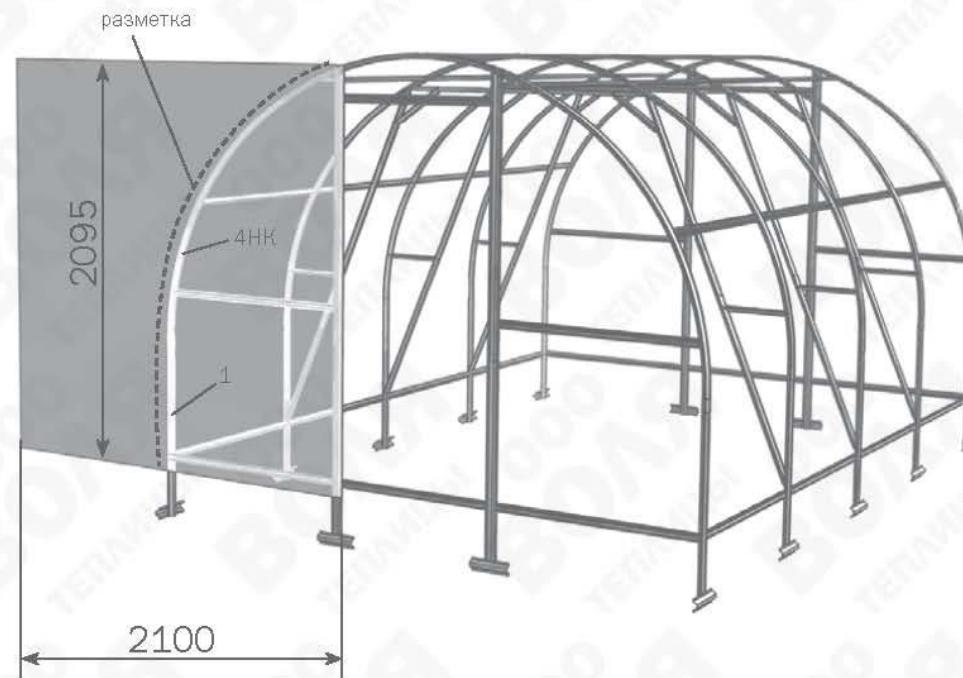

Рис. 16
1. Раскроите лист покрытия для торцов. Для этого отрежьте от листа поликарбоната длиной 2095 мм (см. линии реза на **рис.15**). Чтобы сделать шаблон бокового куска покрытия, приложите вырезанный кусок к собранному торцу теплицы и, не снимая защитной пленки с поликарбоната, нанесите разметку шаблона на листе покрытия по деталям **4вк**, **4нк** и **1** с припуском (**рис.16**). При разметке край листа строго со-вмещается по кромке деталей **9-1**, **9-2**. Вырежьте шаблон. Разметьте оставшуюся часть листа, используя вырезанный шаблон, в соответствии со схемой раскроя (**рис.15**).